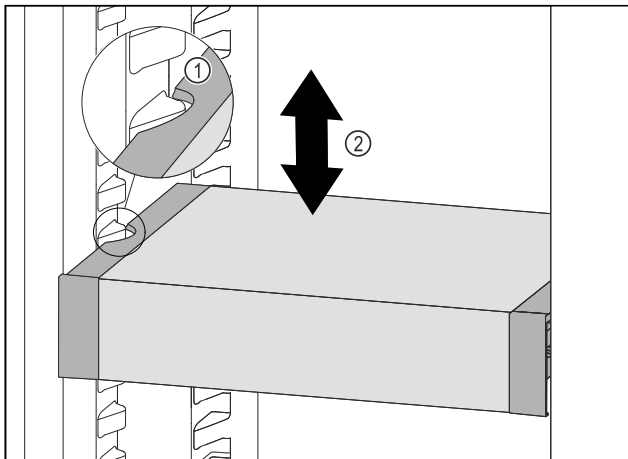

Fig. 91
- Tirare VarioSafe in avanti fino a quando le cavità laterali di VarioSafe non si trovano al livello della nervatura del contenitore nel vano frigorifero. Fig. 91 (1)
- Spostare VarioSafe verso l'alto o verso il basso nel vano frigorifero fino a raggiungere l'altezza desiderata. Fig. 91 (2)